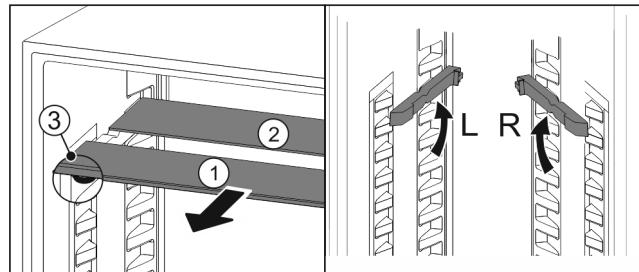

Fig. 69
- Издърпайте Fig. 69 (1) поотделно стъклените площи напред.
- Стъклената плоча Fig. 69 (1) с декоративната лайстна е отпред.
- Ограничителите Fig. 69 (3) сочат надолу.